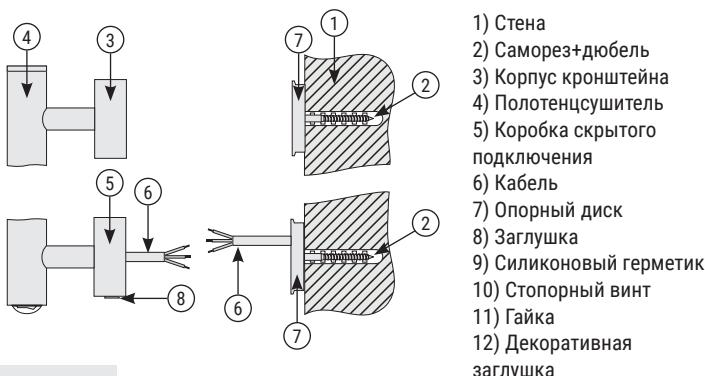

Рис.1
4.3. В полученных метках (п. 4.2) сделать отверстия диаметром 6 мм и произвести монтаж внутренних опорных дисков для верхнего кронштейна и коробки подключения (рис. 1) с помощью саморезов и дюбелей.
- 4.10. Подготовить концы проводов для последующего соединения и зачистить их (рис. 1).
- 4.11. Установить круглую заглушку на нижней стороне соединительной коробки вместо заглушки с отверстием (рис. 1 «8»).